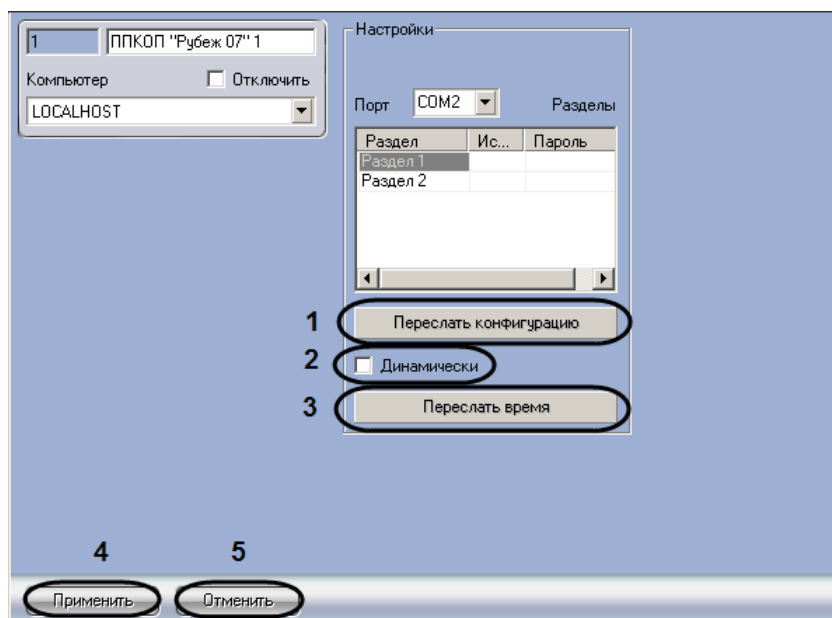

Рис. 3.7-1 Запись конфигурации в прибор Рубеж-07
1. Перейти на панель настроек объекта ППКОП «*Рубеж 07*» (Рис. 3.7-1).
2. Для записи конфигурации в прибор *Рубеж-07* необходимо нажать кнопку **Переслать конфигурацию** (см. Рис. 3.7-1, 1).
3. Установить флажок **Динамически**, если необходимо, чтобы изменения в конфигурации автоматически записывались в прибор *Рубеж-07* (см. Рис. 3.7-1, 2).
4. Для синхронизации времени прибора *Рубеж-07* и Сервера необходимо нажать кнопку **Переслать время** (см. Рис. 3.7-1, 3).
5. Для сохранения изменений нажать кнопку **Применить** (см. Рис. 3.7-1, 4).
Примечание. Для отмены внесенных изменений необходимо нажать кнопку **Отмена** (см. Рис. 3.7-1, 5).